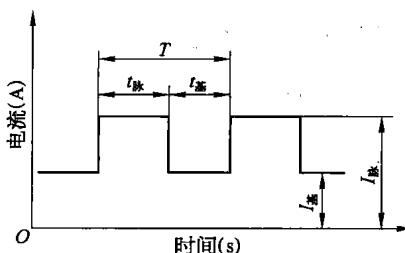

图 1-5 脉冲电流波形(方形波)示意图
(1) 脉冲电流波形。通过脉冲装置形成的脉冲，电流波形有多种形式，最常用的是方形波，如图 1-5 所示。